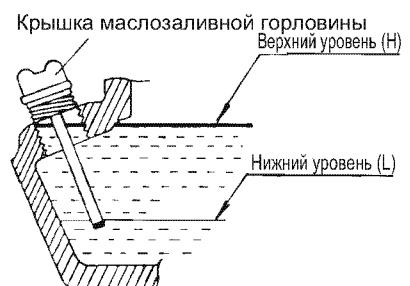

Рис. 54
4. Наливайте масло до верхнего предела, который указан на крышке маслозаливной горловины.(Рис. 54)